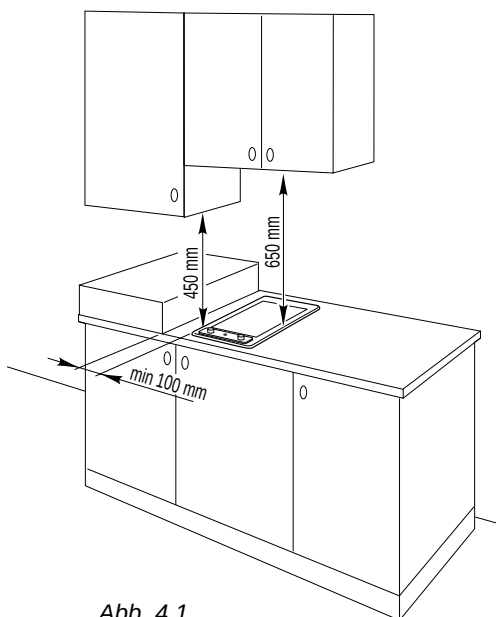

Abb. 4.1
- zwischen der Kochmulde und einem darüber hängenden Küchenwandschrank oder einer Abzugshaube muß ein Abstand von mindestens 650 mm übrig bleiben (Abb. 4.1).